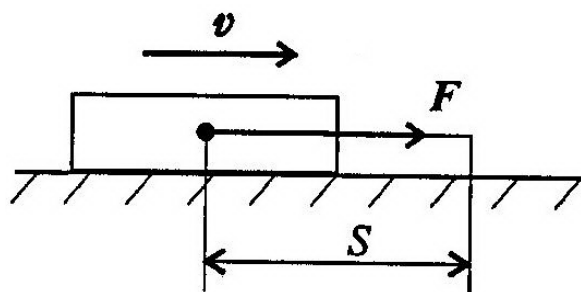

Рисунок 15.2
1. Силы, совпадающие с направлением перемещения, называются движущими силами. Направление вектора силы совпадает с направлением перемещения (рис. 15.2).